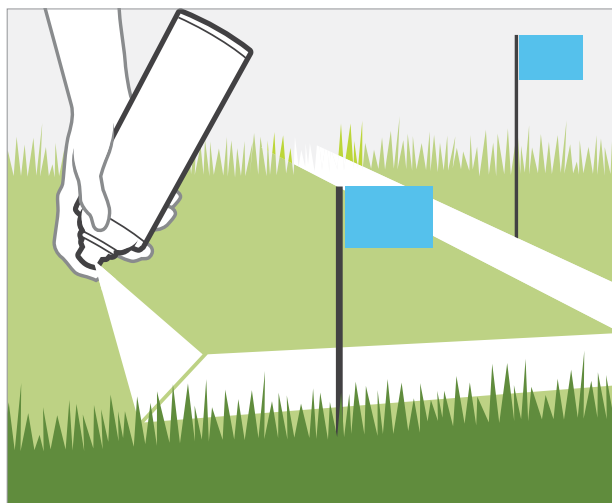

Figura 1
1. Servendosi di una bomboletta di vernice e bandierine, marcare le tubazioni che collegano il punto di raccordo ai vari gruppi di elettrovalvole. Marcare la disposizione dell'impianto di irrigazione (*Figura 1*).